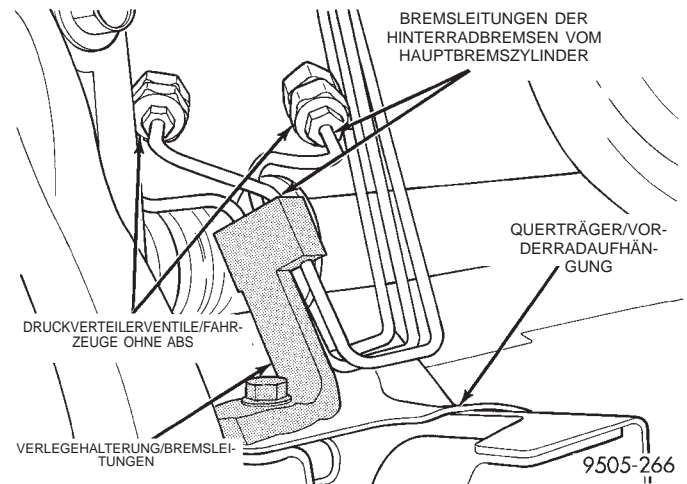

Abb. 26 Lage der Druckverteilterventile bei Fahrzeugen ohne ABS
Ein Druckverteilterventil regelt die rechte Hinterradbremse und das zweite die linke Hinterradbremse (Abb. 26). Um festzustellen, welche Hinterradbremse zuerst blockiert, ist daher eine Probefahrt erforderlich. Nachdem festgestellt wurde, welches Hinterad zuerst blockiert, ist das folgende Verfahren zur Fehlersuche an den Druckverteilterventilen anzuwenden.
(1) Nachdem das Fahrzeug probefahren wurde, um zu bestimmen, welches Hinterad vorzeitig blockiert, mit Hilfe von (Abb. 26) bestimmen, welches Druckverteilterventil geprüft werden muß.
(2) Bremsleitung (Abb. 26) von dem Druckverteilterventil lösen, welches das Hinterrad regelt, das ein vorzeitiges Blockieren zeigt.
(3) Jetzt das Druckverteilterventil von der hinteren Bremsleitung lösen.
(4) Druckprüfungsadapter, Spezialwerkzeug 6805-1 oder 6805-2 an die hintere Bremsleitung